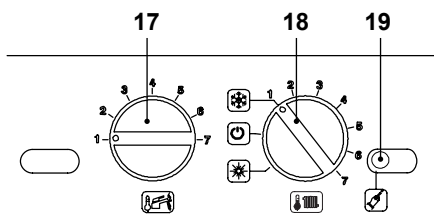

Figura 5.3
- Prima di alimentare elettricamente la caldaia posizionare la manopola 18 come indicato in Figura 5.3.
- Per settare il funzionamento della modalità Antilegionella, bisogna entrare in programmazione tenendo premuto per 15 secondi il pulsante di ripristino 19 in Figura 5.3 sino alla comparsa del parametro **P01** sul display LCD; sul display LCD compare la seguente visualizzazione (alla sequenza **P01** si alterna --- --)
- Premere il pulsante di ripristino 19 in Figura 5.3 per lo scorrimento dei vari paramet